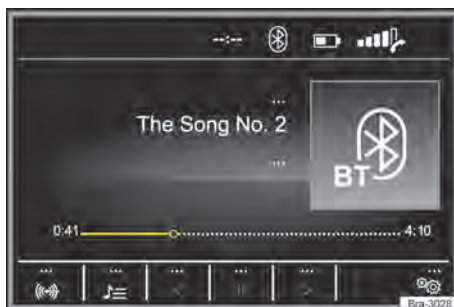
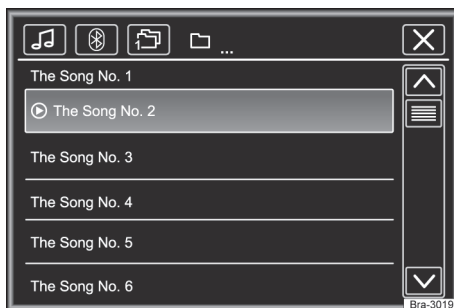

Fig. 142 Menu principal de mídia.
Fig. 143 Operação do rádio: lista de estações.
– Pressionar o botão **MEDIA** para abrir o menu principal **MEDIA** → Fig. 142.
As fontes de mídia que são reproduzidas atualmente são exibidas na superfície de função na parte inferior esquerda → Fig. 142.
Legenda da → Fig. 142 e → Fig. 143: